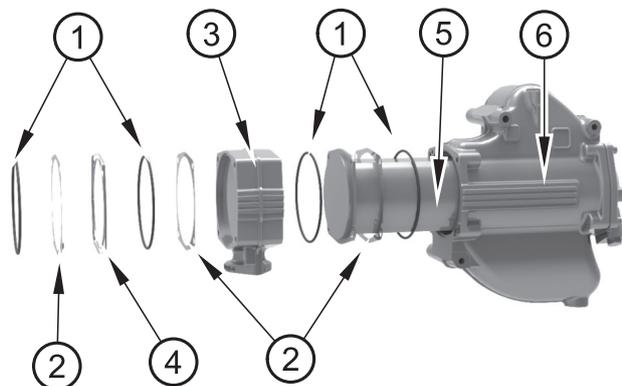

Figura 21
3. Il gruppo aftercooler può essere smontato come illustrato nella figura 21.